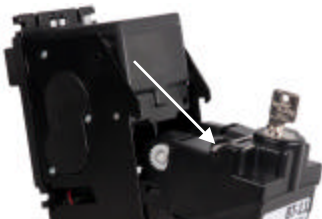

Рис. 8
1. Нажмите на металлический штифт-задвижку (Рис. 8).